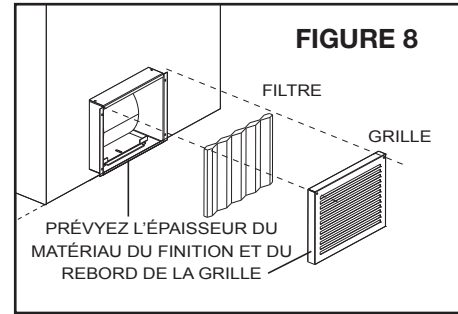

FIGURE 8
- Insert the filter into the grill. **FIGURE 8**
- The bottom lip of the grill latches over the bottom lip of the housing. Use two screws to secure the top of the grill to the facing. **FIGURE 8**
- Insérez le filtre dans la grille. **FIGURE 8**
- Le rebord inférieur de la grille s'accroche sur le rebord inférieur du boîtier. Utilisez deux vis pour fixer le dessus de la grille à la façade. **FIGURE 8**